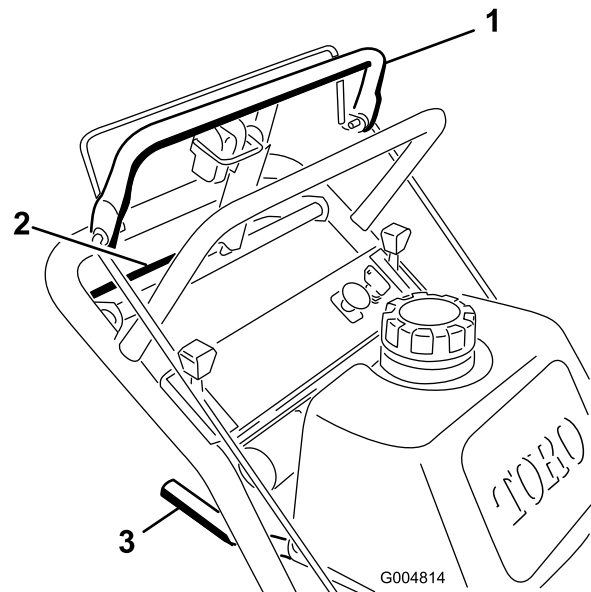
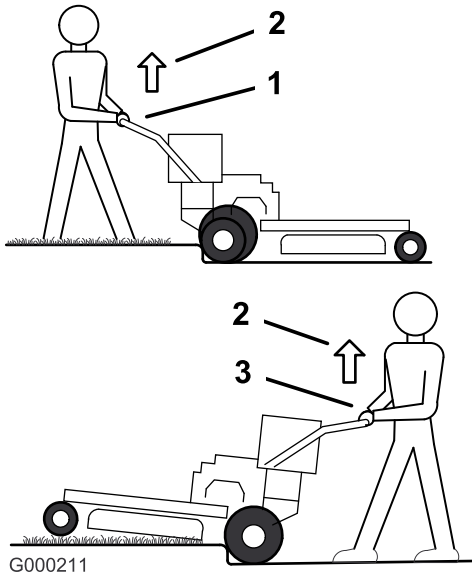

Figure 10
Figure 11
1. Pour vous déplacer en marche avant, sélectionnez une vitesse en marche avant (Figure 10).
3. Appuyez lentement sur la barre de commande supérieure pour avancer (Figure 10).
Pour vous déplacer en ligne droite, appliquez une pression égale aux deux extrémités de la barre de commande supérieure (Figure 10).
Pour tourner, relâchez la pression sur le côté de la barre de commande supérieure dans la direction que vous voulez prendre (Figure 10)
3. Rapprochez lentement la barre de commande inférieure de la partie inférieure du guidon pour vous déplacer en marche arrière (Figure 10).
3. Conduisez la machine jusqu'à ce que les roues pivotantes touchent la bordure (Figure 11).
4. Appuyez sur le guidon pour soulever l'avant de la machine (Figure 11).
5. Conduisez la machine jusqu'à ce que les roues motrices touchent la bordure (Figure 11).
6. Abaissez l'avant de la machine (Figure 11).
7. Engagez la barre de commande inférieure et soulevez la partie inférieure du guidon simultanément pour monter sur la bordure (Figure 10 et Figure 11).
4. Engagez la barre de commande inférieure et soulevez la partie inférieure du guidon simultanément (Figure 10 et Figure 11).
3. Conduisez la machine jusqu'à ce que les roues motrices touchent la bordure (Figure 11).